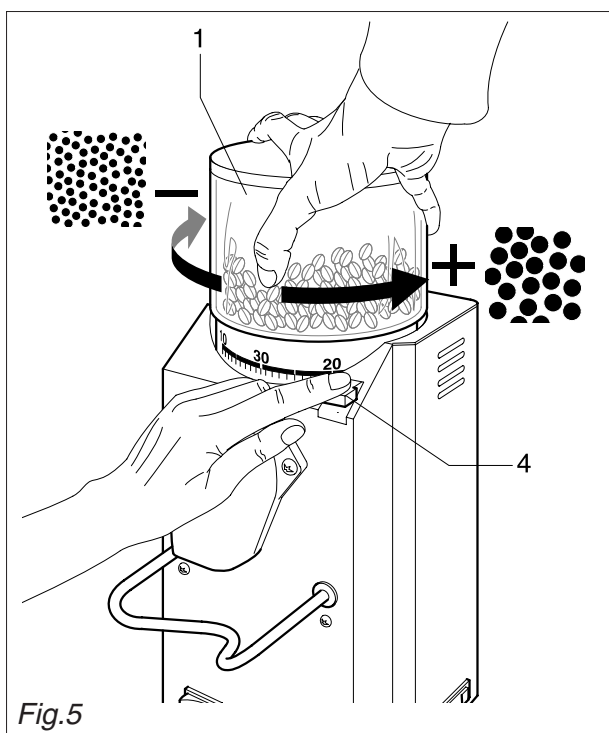

Fig.5
- Den Motor mit dem Schalter (2) einschalten und, nur beim Mod. SD, auch den Knopf (3) drücken, damit sichergestellt ist, dass sich die Mühlen nicht berühren.
- Die Maschine ausschalten, den Behälter (1) öffnen, eine kleine Menge Kaffeebohnen einfüllen, mit dem Schalter (2) die Bohnen mahlen und dann, beim Mod. SD, den Schalter (3) drücken.
- Wenn der Kaffee nicht Ihren Wünschen entsprechen sollte, können Sie das Kaffeemahlen regulieren indem Sie den Behälter im Uhrzeigersinn für ein feineres Mahlen oder gegen den Uhrzeigersinn für groberes Mahlen drehen (Fig.5);